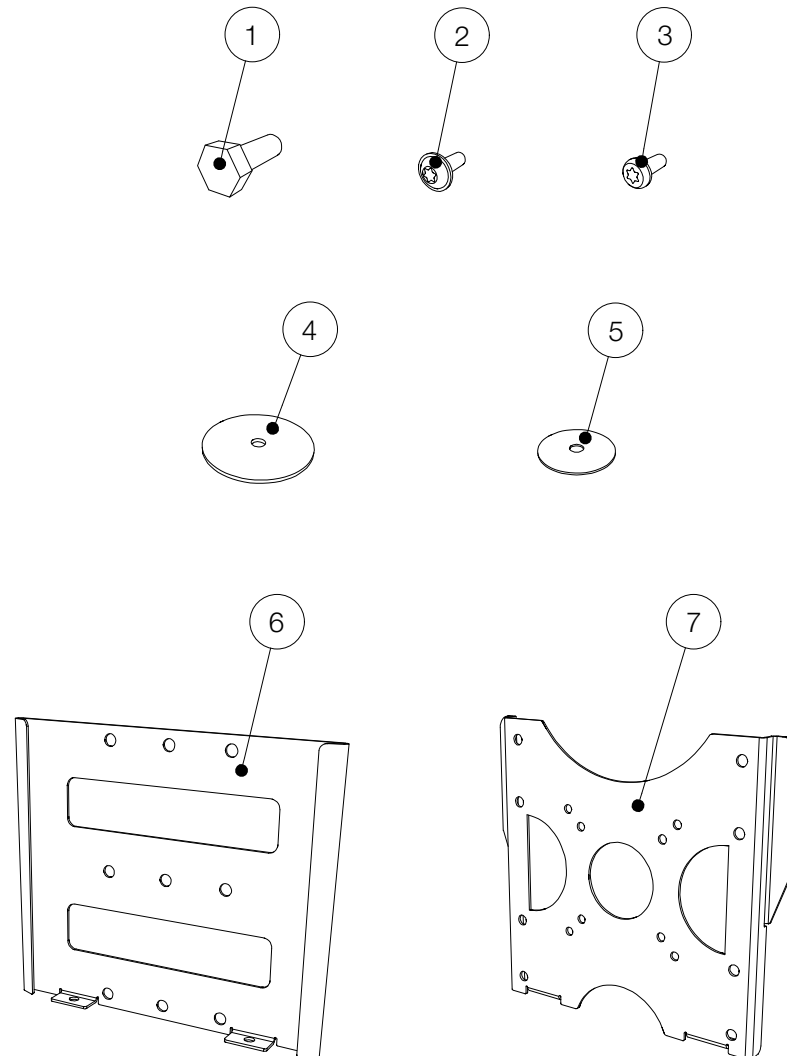

Abbildung 2.1 - Übersicht
Entfernen Sie das Lautsprecherblech (siehe Abbildung 2.1, Pos. 7).
Befestigen Sie das Lautsprecherblech (siehe Abbildung 2.1, Pos.7) des WHF Wandhalter flach am B14i Lautsprecher. Verwenden Sie hierzu die Linsenkopfschrauben mit Flansch (siehe Abbildung 2.1, Pos.2) aus unserem Lieferumfang.
1. Legen Sie zuerst die Zentrierplatte (siehe Abbildung 2.1, Pos.5) in das große mittlere Loch des Lautsprecherbleches das bereits am B14i Lautsprecher befestigt ist.
2. Legen Sie darauf die Druckplatte (siehe Abbildung 2.1, Pos.4) und verschrauben Sie die beiden Platten mit Hilfe der Sechskantschraube (siehe Abbildung 2.1, Pos.1).
Beachten Sie bei der Befestigung des Wandbleches (siehe Abbildung 2.1, Pos.6) die Hinweise aus dem Kapitel 1 - Sicherheit / Bestimmungsgemäße Verwendung.
Beachten Sie zudem zur Befestigung des Wandbleches (siehe Abbildung 2.1, Pos.6) folgende Hinweise:
Verschrauben Sie die beiden Bleche des WHF Wandhalter flach mit Hilfe der beiden Linsenkopfschrauben (siehe Abbildung 2.1, Pos.3). Verwenden Sie dazu eine Verlängerung für den Bit-Einsatz.